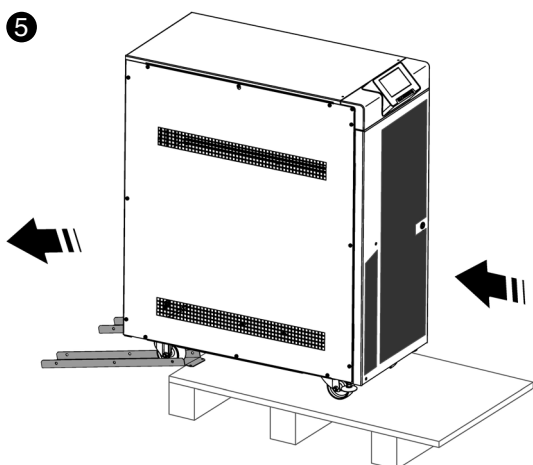

Fig. 26. Abaissement de l'équipement de la palette.
- ❺ Procédez à la descente de l'équipement de la palette (Fig. 26).